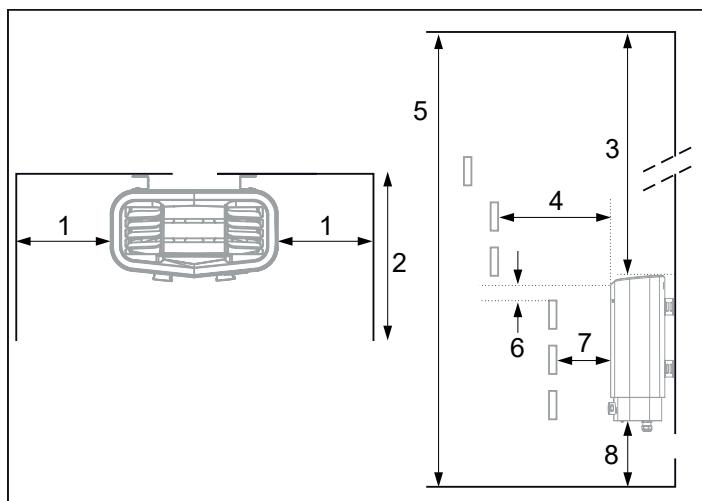

Рис. 3: Размещение нагревателя - установка в нише (минимальный допустимый объем ниши — 4 м3)
- у той же стены, что и дверь (в крайнем случае его можно установить у боковой стены, но как можно ближе к стене, в которой расположена дверь). Также возможна установка нагревателя в нише (см. рис. 3);
Установите устройство на безопасном расстоянии от пола, боковых стен и элементов интерьера (см. рис. 3).